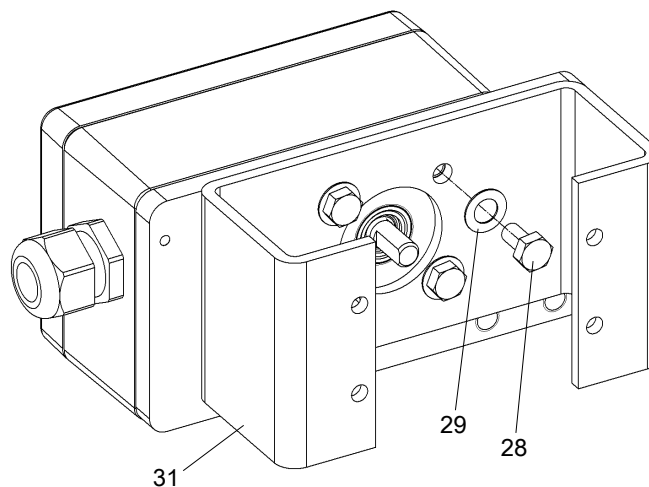

Abb. 12: Anbaukonsole
6. Abb. 12: Signalbox mit Befestigungswinkel so an Antrieb halten, dass der Stift (1) innerhalb des Abgriffbügels (18) geführt wird.
7. Abgriffbügel (18) festschrauben.
- Antrieb mit Rippe: Sechskantschraube (23), Scheibe (22) und Federring (9).
- Antrieb mit ebener Fläche: Vier Sechskantschrauben (23) mit Scheibe (22) und Federring (9).
- Antrieb mit Säulen: Zwei U-Bolzen (20), vier Sechskantmuttern (24) mit Scheibe (22) und Federring (9).